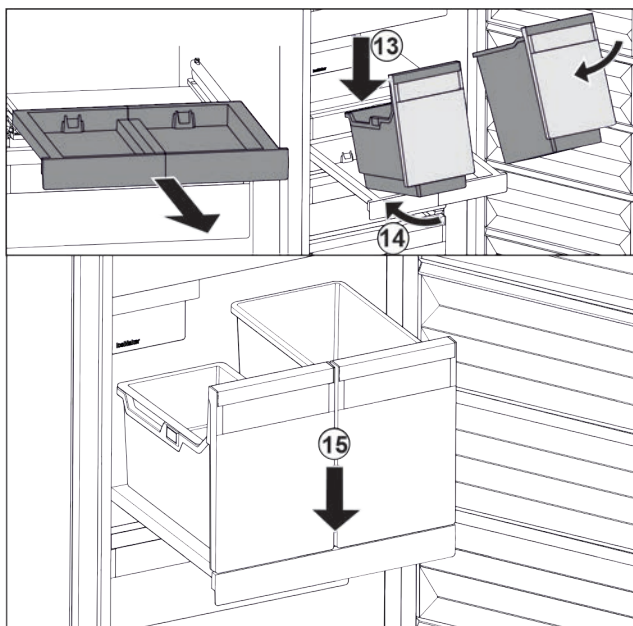

Fig. 29
- ▶ Наклоняя вниз, установите контейнеры на выдвижную панель. Fig. 29 (13)
- ▶ Вставьте контейнеры, наклоняя вниз, назад. Fig. 29 (14)
- ▶ Снимите контейнеры спереди. Fig. 29 (15)